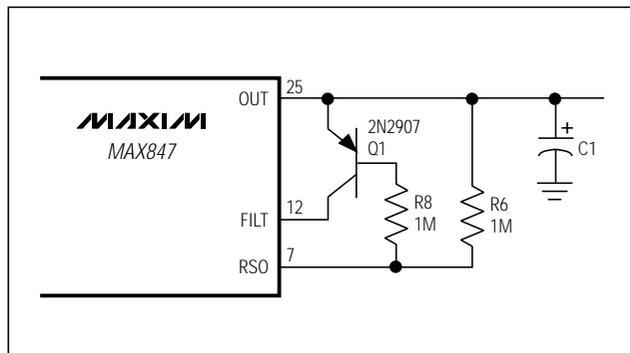

図3. SYNC入力クロックがアクティブになる前にランモードでスタートアップするには、PNPを追加して下さい。
- 3) SYNCクロックが使用されており、図3に示す接続が追加され、RSOがクリアされた(ロジックハイ)時にSYNCクロックが存在する場合。